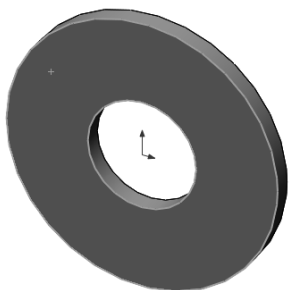

图 5-137 选择草图基准面
- [1] 选择套筒的上表面作为草图基准面，单击【草图绘制】按钮，如图 5-137 所示。